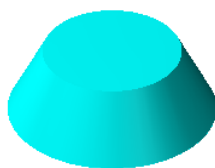

图 5.1.13 状态 1
-  按钮：用于调整创建曲面/实体圆锥的方向，有三种状态，分别为 、 和 ，如图 5.1.13~图 5.1.15 所示。